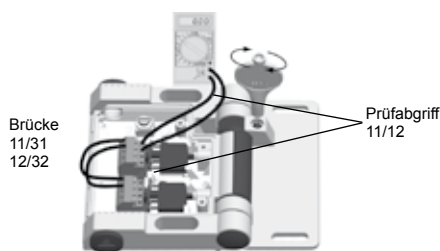

Abb. 5
3. Beide Öffnerkontakte parallel schalten, Klemme 11 mit 31 und Klemme 12 mit 32 verbinden (Abb. 5).
4. Durchgangsprüfer an die Klemmen 11/12 der Öffnerkontakte anschließen oder die Prüfabgriffe an den Klemmen nutzen (Abb. 5).